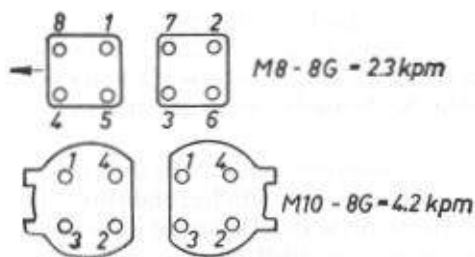

Bild M 42. Zylinderfuß- und Zylinderkopf-Anzugsplan
19. Ausrichten der Zylinder durch das Spezialwerkzeug "Kontrollplatte für Auspuffflansch" und Befestigen des Stützbleches und der Zylinderfußmutter (Bild M 42).
20. Auflegen der Zylinderkopfdichtung, die einen Innendurchmesser von 82,0 mm haben sollte. Aufsetzen und Befestigen der Zylinderköpfe (Bild M 42).